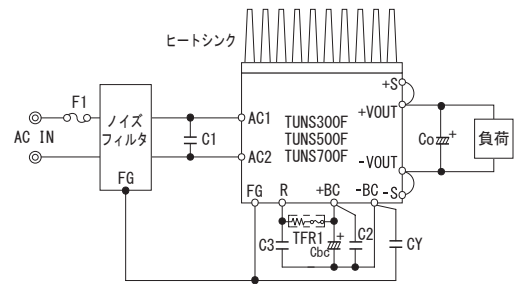

図2.1 標準接続方法
■TUNSシリーズを使用するためには、図2.1の接続と表2.1の外付け部品が必要です。
(3) CY ノイズフィルタ/接地コンデンサ
- 本電源はノイズフィルタを内蔵していません。入力ラインへの帰還ノイズ低減、電源の安定動作のために、ノイズフィルタ、接地コンデンサCYを接続してください(図2.1)。
(1) Co 出力コンデンサ
- 出力安定度向上のために、出力側+VOUTと-VOUT間にコンデンサCoを接続してください(図2.1)。推奨容量を表3.3に示します。